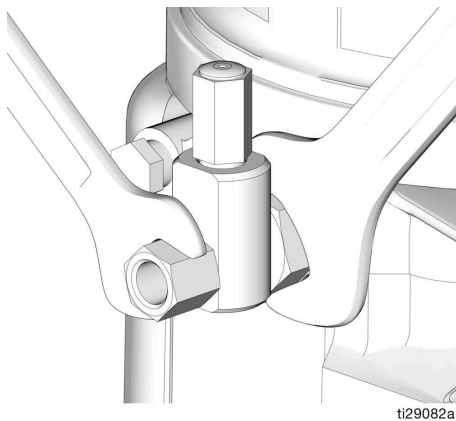

FIG. 17
1. Desserrer le raccord d'élément de pompe (FIG. 17).
3. Serrer le raccord d'élément de pompe à l'aide de deux clés travaillant dans des directions opposées (FIG. 17).